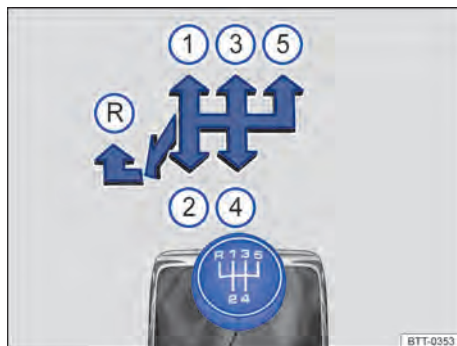
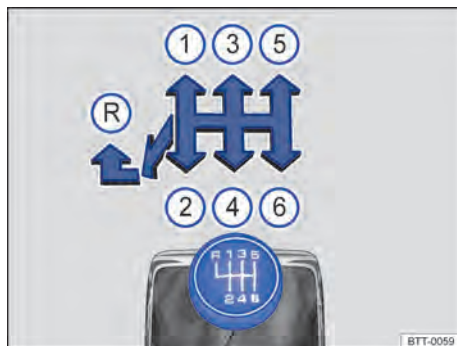

Fig. 121 Esquema de troca de marchas da transmissão manual de 5 marchas.
Fig. 122 Esquema de troca de marchas da transmissão manual de 6 marchas.
As posições de cada marcha estão representadas na alavanca de troca de marcha → Fig. 121 ou → Fig. 122.
- Empurrar a alavanca de troca de marcha totalmente para a esquerda e depois para frente até a posição de marcha a ré → Fig. 121 (R) ou → Fig. 122 (R).